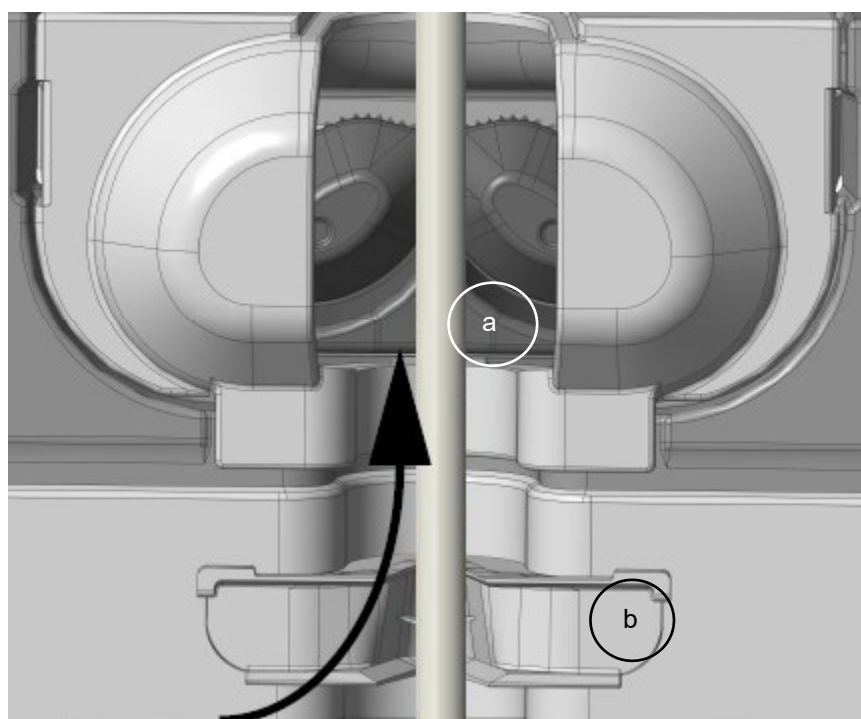

Figure 10
3. Le câble de la sonde est maintenu en place dans la chambre de désinfection par deux pinces (voir figure 10).